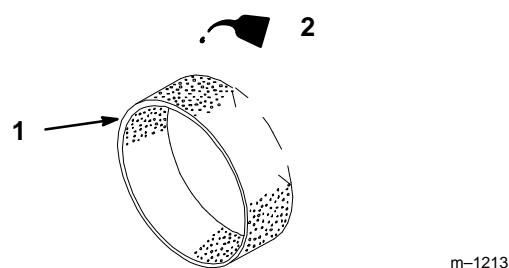

Figure 21
- C. Imbibir l'élément de 30 à 60 ml d'huile, soit une ou deux onces (Fig. 21). Presser l'élément pour bien répartir l'huile.